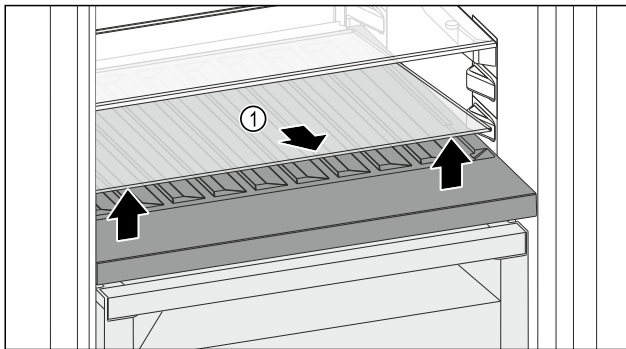

Fig. 149
- ▶ Emelje meg elől, a mélyedésnél az üveglapot Fig. 149 (1), és vegye ki.
- ▶ Biztonságosan tárolja az üveglapot Fig. 149 (1) a készüléken kívül.
- ▶ Helyezze az üveglapot (2) a variálható palackfektető polc alá.